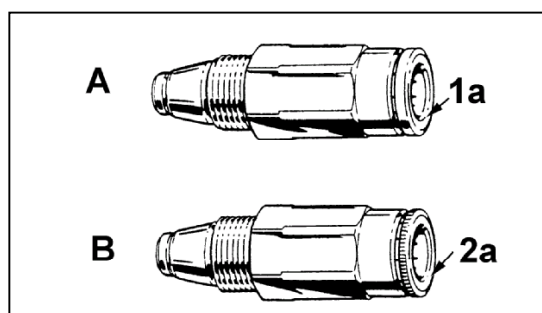

Рис. 38 Отличие выпускных штуцеров
* Для шланга высокого давления (8,6х2,3) применяется обратный клапан А, Рис. 38 с усиленным обхватом (цанга) кат. номер (226-14092-4).
* Для трубопровода высокого давления (6х1,5) применяется обратный клапан В, Рис. 38 с стандартным обхватом (цанга), кат. номер 226-14091-2.